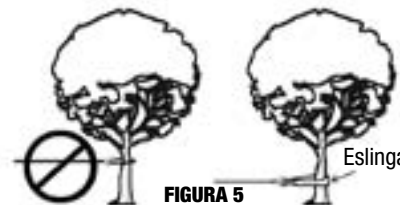

FIGURA 5
11. **NUNCA ENGANCHE EL CABLE DE ACERO SOBRE SÍ MISMO.** Esto dañará el cable de acero. Use una **CORREA PARA CABRESTANTE KEEPER 02953 7.62 cm X 1.83 cm (3" X 6')**, eslinga, protector de árboles u otro accesorio recomendado para este tipo de conexión (Figura 5).